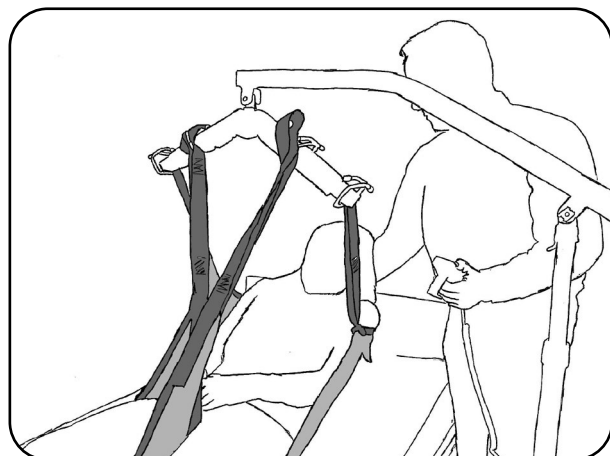

Abb. 8.3.06 - Anheben des Patienten
- Hängen Sie die Beinschlaufen über Kreuz, entsprechend dem Kapitel Vorbereitung Abschnitt **Transportbügel der aks-Patientenlifter**, an die Haken des Transportbügels (Abb. 8.3.06). Achten Sie dabei auf die gleiche Einhängenposition. Diese erkennen Sie an der farblichen Kennzeichnung der Schlaufen (siehe Kapitel Vorbereitung Abschnitt **Gurtschlaufen**).
- Hängen Sie die Schulterschlaufen, entsprechend dem Kapitel Vorbereitung Abschnitt **Transportbügel der aks-Patientenlifter**, an die Haken des Transportbügels (Abb. 8.3.06). Achten Sie auch hier auf die gleiche Einhängenposition, erkennbar an der farblichen Kennzeichnung der Schlaufen (siehe Kapitel Vorbereitung Abschnitt **Gurtschlaufen**).
- Heben Sie den Patienten mit dem aks-Patientenlifter an (Abb. 8.3.06). Beobachten Sie dabei den Patienten und die Straffung des Liftergurtes. Korrigieren Sie gegebenenfalls den Sitz des Liftergurtes durch erneutes Ablassen des Patienten und Verschieben der ungünstig sitzenden Teile des Liftergurtes. Beobachten Sie während des gesamten Hebevorganges ständig den Patienten und den Sitz des Liftergurtes. Heben Sie den Patienten nur so hoch wie nötig.